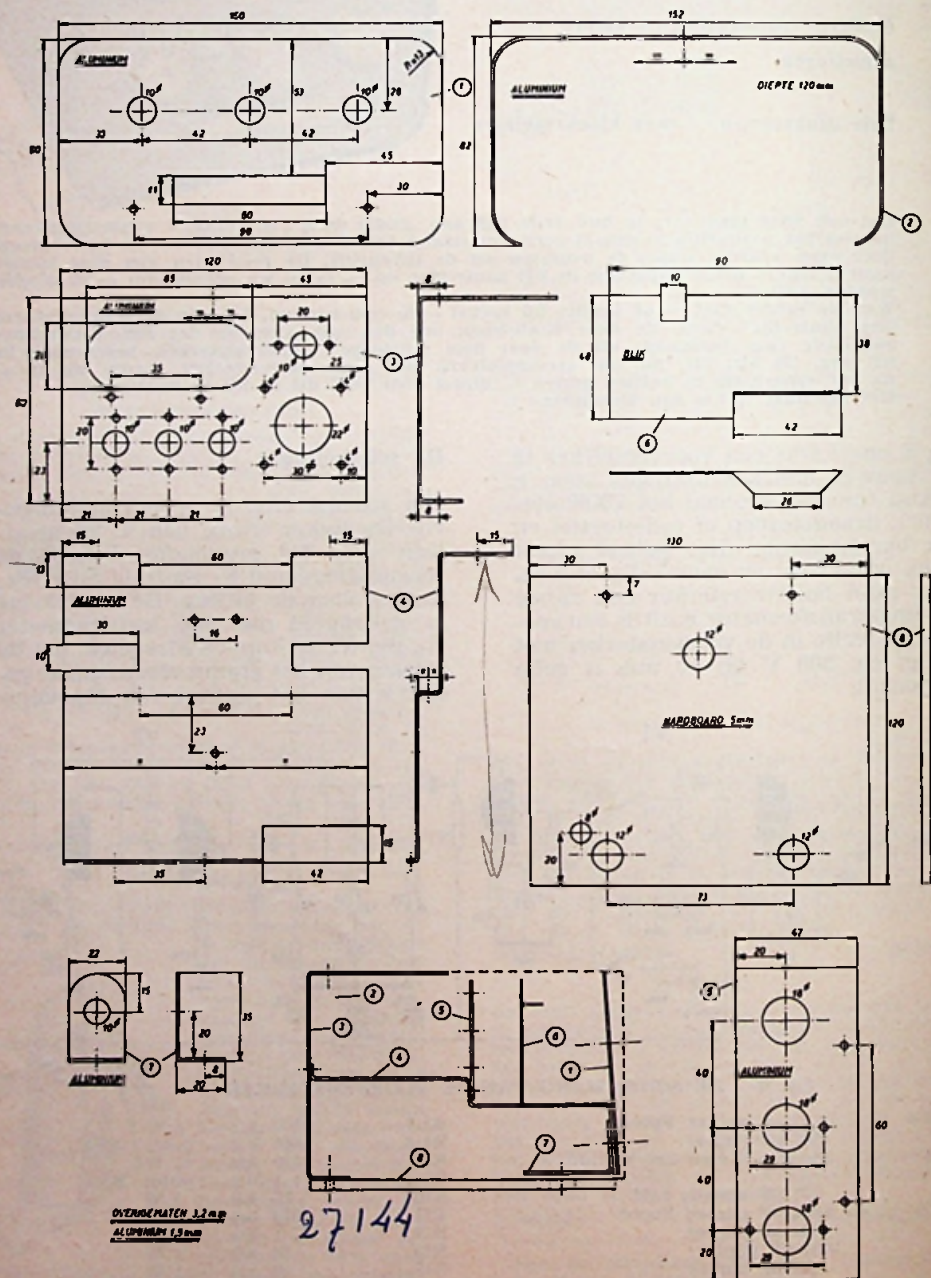

Fig. 2 - DE AFZONDERLIJKE DELEN van chassis en kastje
Bij de bouw is het parool: goed opletten, overigens is het vooral geduldwerk. We beginnen met de verschillende chassisdelen te vervaardigen volgens fig. 2. Als materiaal wordt aluminium van 1,5 mm dikte gebruikt. Het bodemplankje (8) is gemaakt van een stukje hardboard. Werk alle onderdelen netjes af en houdt u aan de opgegeven maten; dit voorkomt bij 't in elkaar zetten veel narigheden.
De beste volgorde bij het monteren is deze: De schakelaar wordt op de eigenlijke basisplaat (4) gemonteerd (zie fig. 2) en bedraad volgens fig. 3. Daarna kan plaatje (5) geheel worden bedraad volgens fig. 5 en bevestigen we